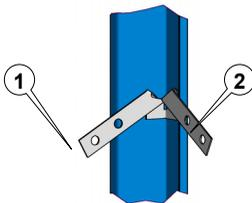

Abb. 85: Stellung der Ausklappanker für Dübelmontage
1. Alle Ausklappanker (1) und (2) mit Hilfe von geeignetem Werkzeug (Zange) so ausbiegen, dass die Ausklappanker jeweils untereinander einen 90°-Winkel bilden und parallel zu den Flächen der Zarge stehen.
Die Ausklappanker (1) bzw. (2) stehen dabei unterschiedlich nach oben oder nach unten. Die nebenstehende Abb. 85 zeigt einen der nach unten stehenden Ausklappanker.
1. Alle Ausklappanker (1) und (2) mit Hilfe von geeignetem Werkzeug (Zange) so ausbiegen, dass sie jeweils zur Zarge einen 90°-Winkel bilden.